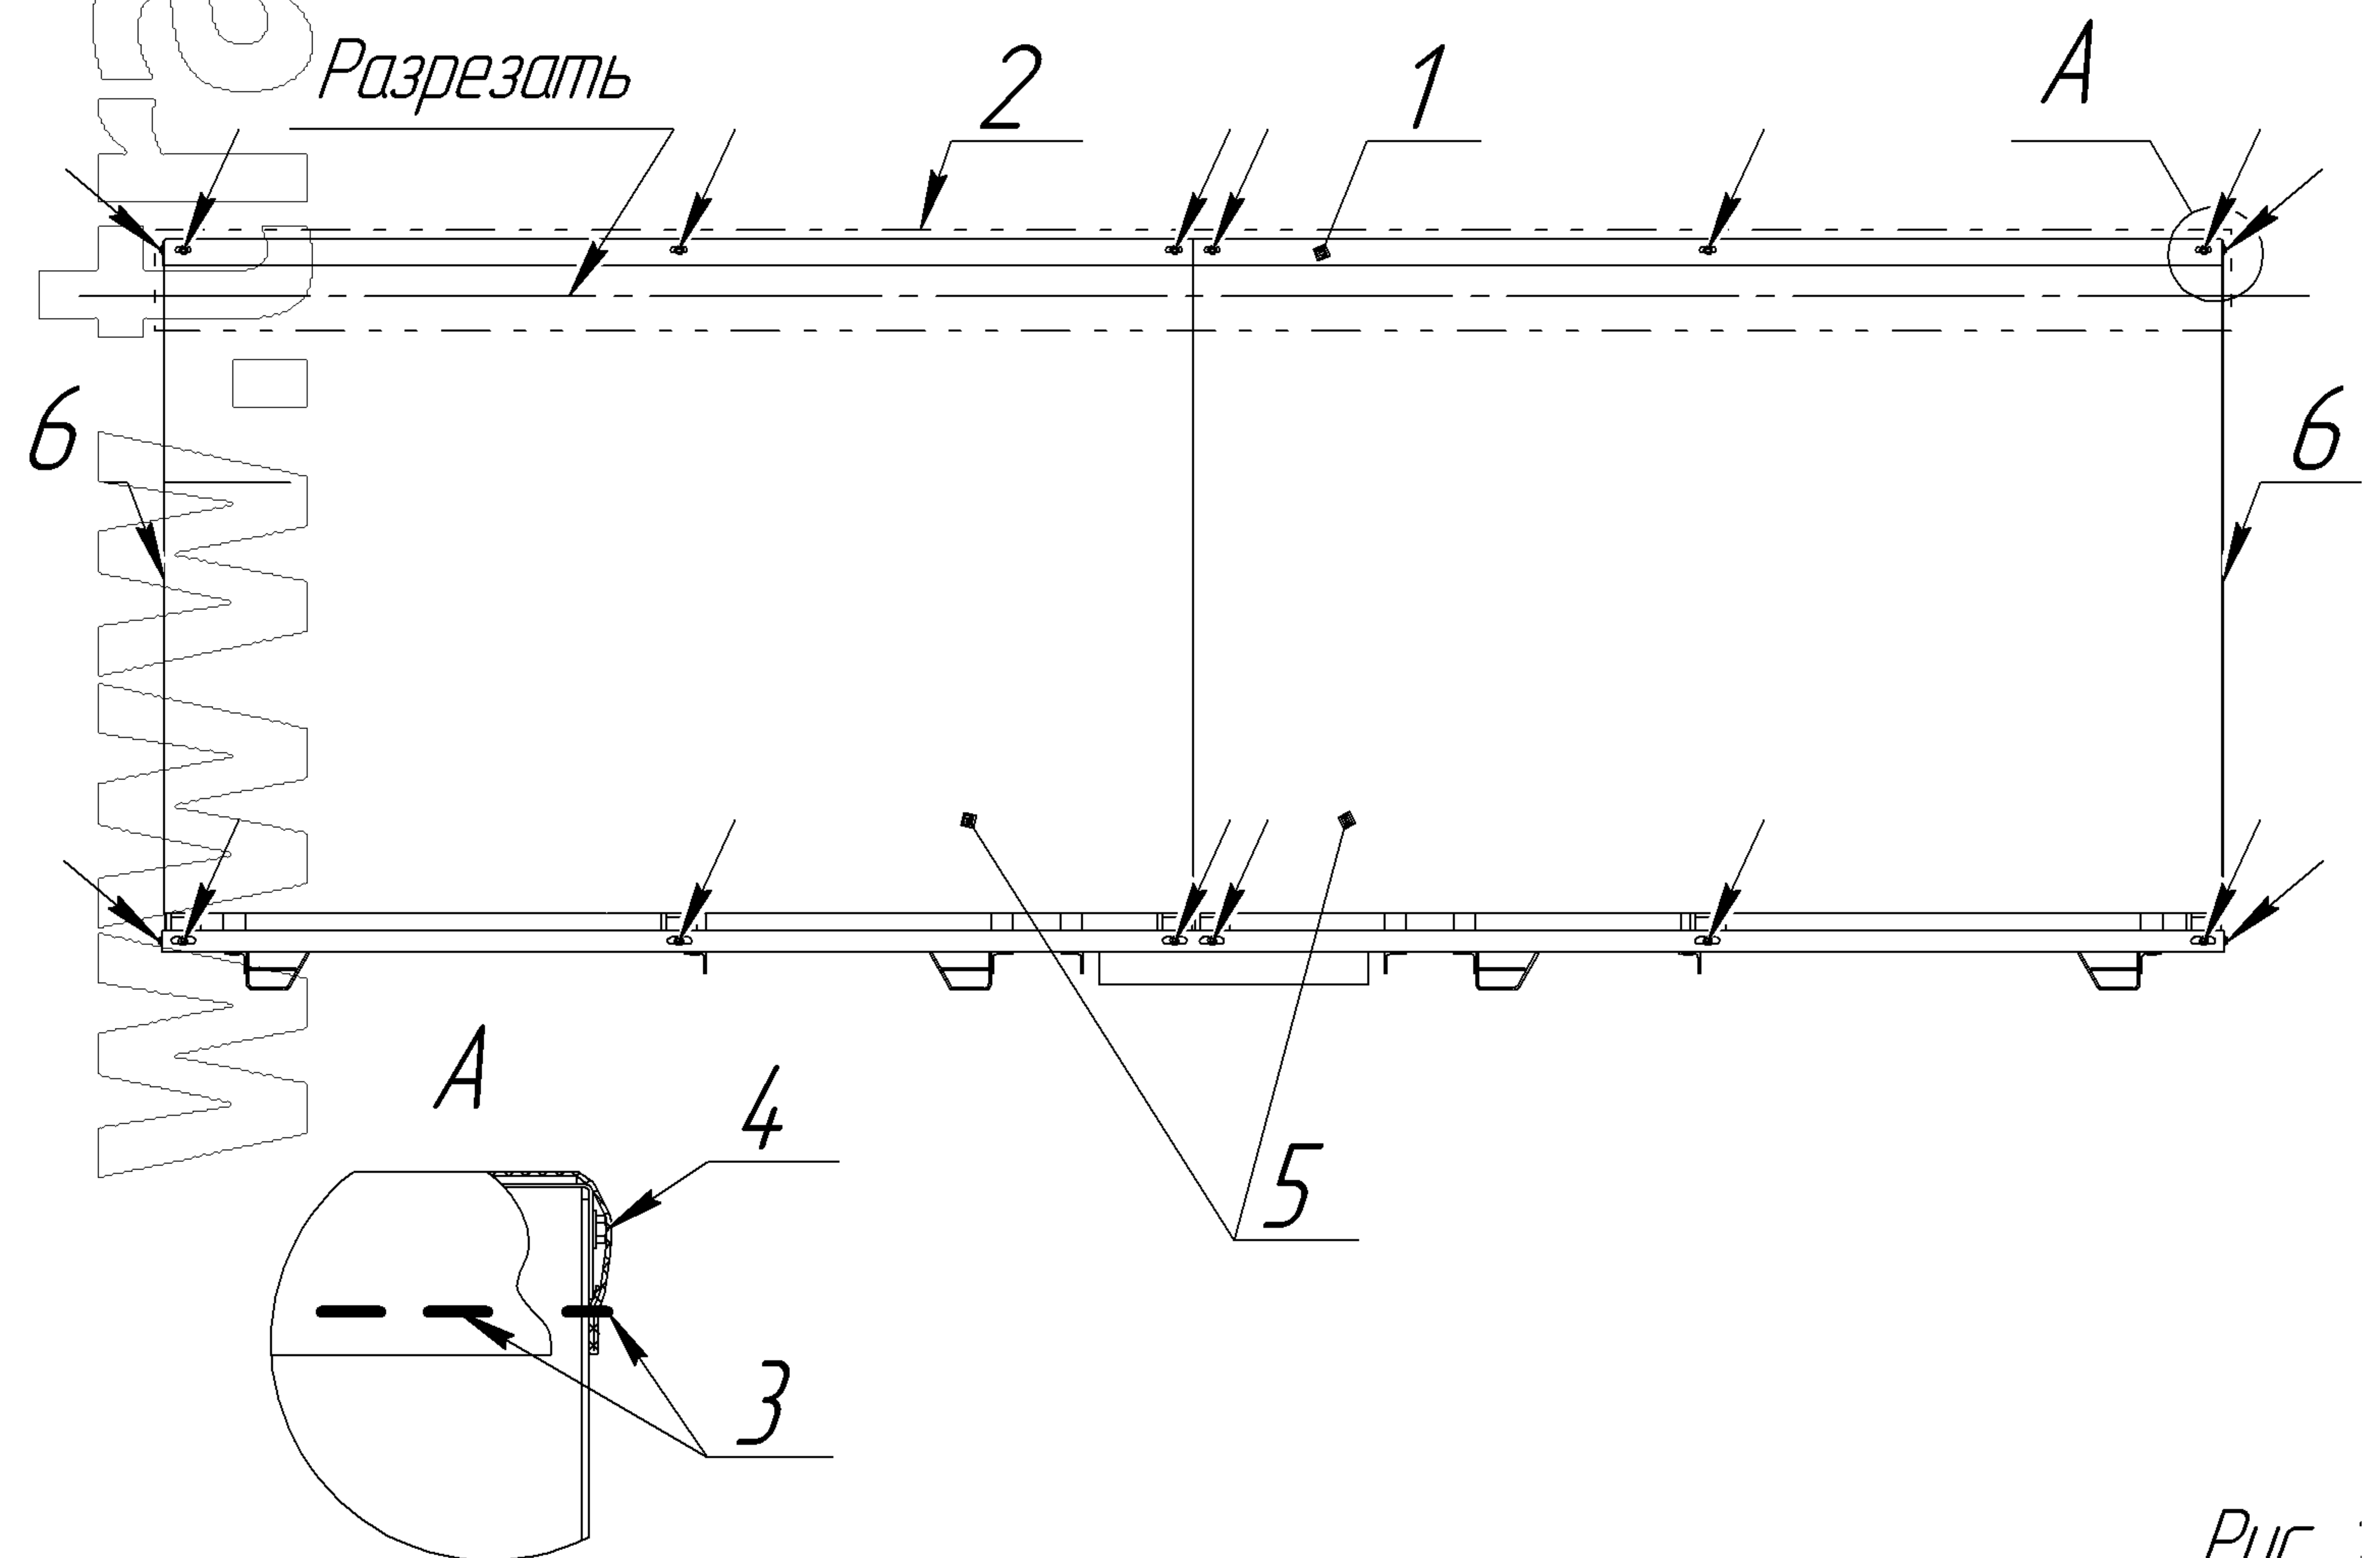

Рис. 1
1. Снять с крыши поз. 1 ткань поз. 2 (показана штрихпунктирной линией), оторвав ее от скоб поз. 3 или разрезав по периметру упаковки вдоль линии, указанной стрелкой (рис. 1).
2. Снять крышу поз. 1, открутив вверху по периметру упаковки 16 болтов М6х20 поз. 4, указанных стрелками (рис. 1).
3. Снять четыре боковых и два торцовых щита поз. 5, 6, открутив снизу по периметру упаковки 16 болтов М6х20 в местах, указанных стрелками (рис. 1).